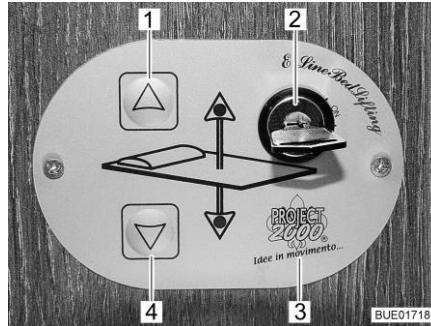

Fig. 65 Elemento de mando
Con las teclas (Fig. 65,1 y 4) en el elemento de mando (Fig. 65,3), se subirá o bajará la cama elevada. Con el interruptor llave (Fig. 65,2), se bloqueará el elemento de mando contra su utilización no autorizada.
- Girar la llave en el interruptor llave (Fig. 65,2) 90° en sentido de las agujas del reloj a la posición "On". El elemento de mando (Fig. 65,3) está activado.
- Pulsar la tecla de flecha (Fig. 65,4) y mantenerla pulsada hasta que la cama elevada haya bajado a la posición deseada.
- Pulsar la tecla de flecha (Fig. 65,1) y mantenerla pulsada hasta que la cama elevada haya subido a la posición final.